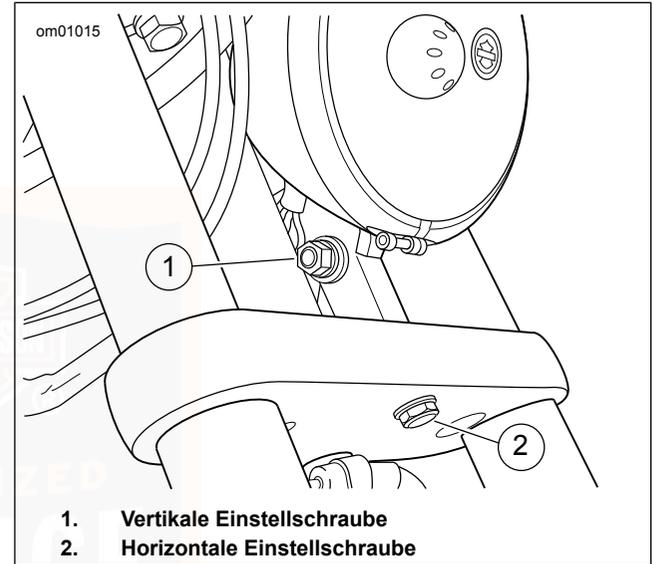

Abbildung 65. Scheinwerferausrichtung (typisch): Alle außer FXDL, FXDL103
2. Siehe Abbildung 65. Die Einstellschraube für die horizontale Einstellung (2) lösen, um die seitliche Einstellung des Scheinwerfers vorzunehmen. Die Schraube auf folgendes Drehmoment anziehen: 33,9–40,7 N·m (25–30 ft-lbs).
3. Die Mutter an der Einstellschraube (1) für die vertikale Einstellung lösen, um die Einstellung des Scheinwerferstrahls nach oben oder nach unten vorzunehmen. Die Schraube auf folgendes Drehmoment anziehen: 33,9–40,7 N·m (25–30 ft-lbs).